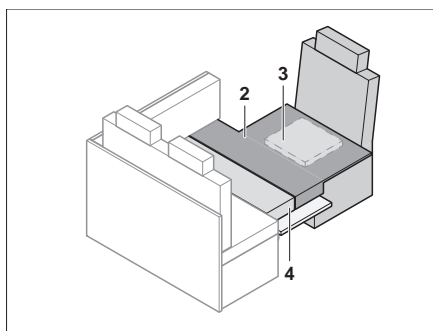

Fig. 142 Después de la transformación
- Colocar el cojín adicional cómo se muestra en Fig. 142.